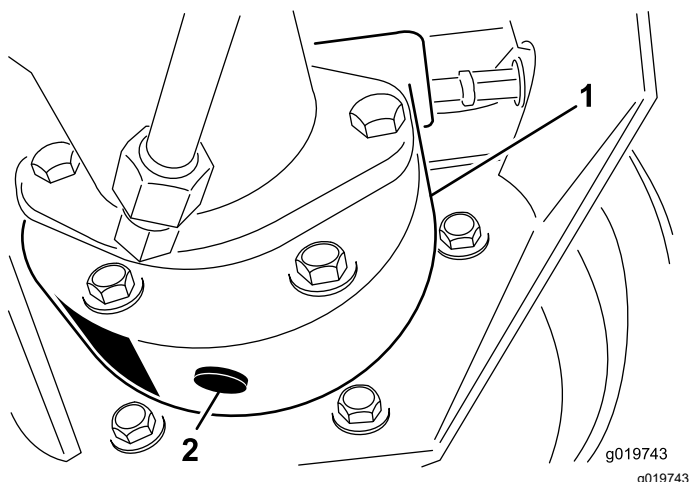

Figura 68
4. Coloque o recipiente de escoamento por baixo da estrutura do travão, retire o tampão e deixe o óleo escorrer para o recipiente (Figura 68).